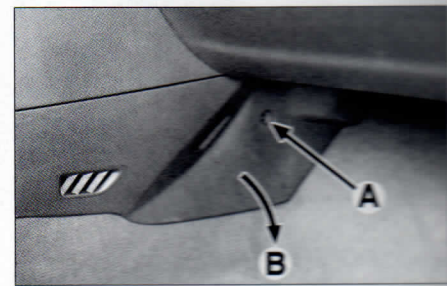

FIG. 9
Desmontar las fijaciones (A) de los discos laterales de consola (fig. 9).